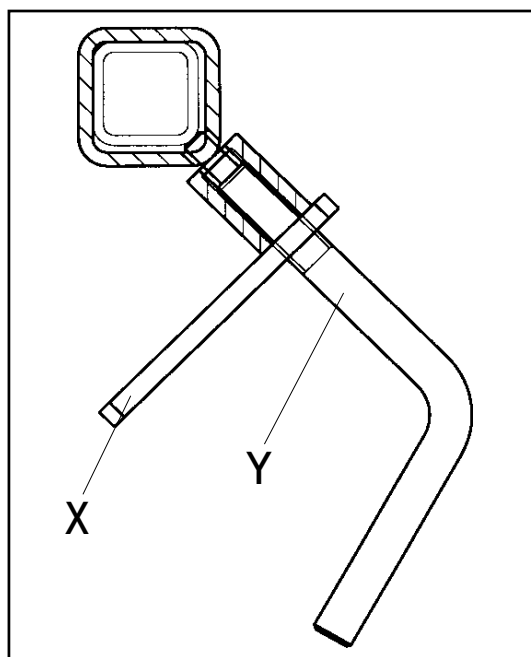

Fig. 4-6
- Ouvrir l'étrier « X » et desserrer la vis à garret « Y » (fig. 4-6).
- Serrer la vis à garret « Y » et bloquer au moyen de l'étrier « X » (fig. 4-6).